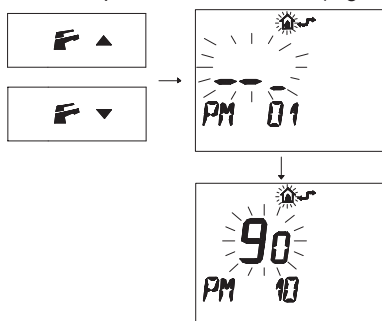

Fig. 5.91
- Premere i pulsanti **F**▲ o **F**▼ per visualizzare la programmazione "**PM10**" selezione della frequenza di accensione (Fig. 5.91).
Nella Fig. 5.91 si visualizza un SET programmato di **90** corrispondente ad un tempo di riaccensione di 3 minuti circa. Il campo di regolazioni è da 0 a 8 minuti e mezzo.